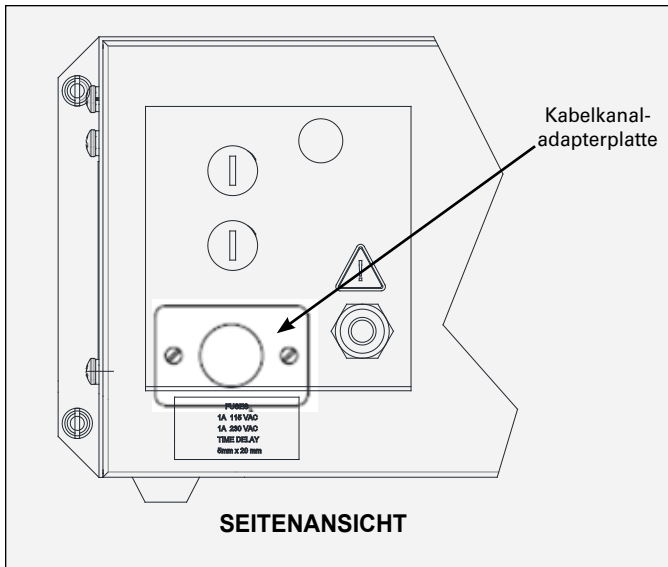

Abbildung 10: Installation der Kabelkanaladapterplatte
3. Installieren Sie die Adapterplatte des Kabelkanals (siehe Abschnitt Zubehör) in dem Loch, aus dem Sie die AC-Steckdose entfernt haben (siehe Abbildung 10).